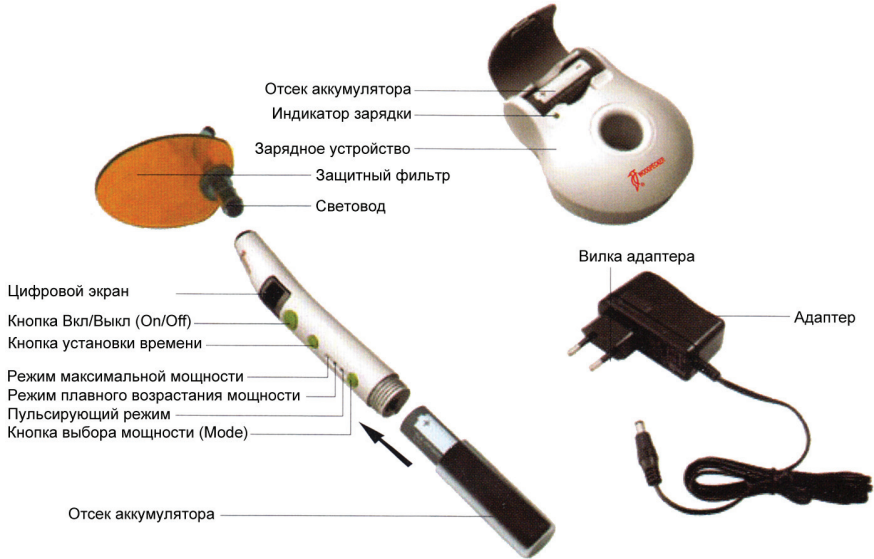

Рис. 1
Основные компоненты стоматологической полимеризационной лампы LED.C: светодиод высокой мощности, оптоволоконный световод и основное устройство (см. рис. 1).
- 6.1. Поместите аккумулятор в соответствующий отсек лампы катодом вниз, и присоедините отсек с аккумулятором к лампе (см. рис. 1).
- 6.3. Установите защитный фильтр как показано на рис. 1.